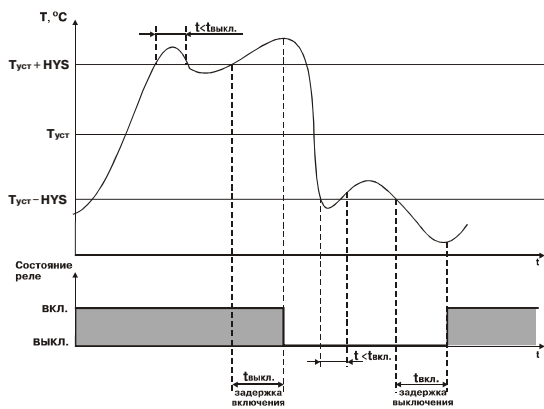

Рис. 7
3.1.5.1.2. Для ЛУ, работающих в режиме двухпозиционного регулирования, может быть задано время задержки включения и время задержки выключения (рис. 7).